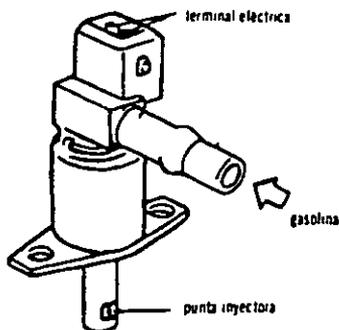

FIG. 5.12 VÁLVULA DE ENCENDIDO EN FRÍO.
**Válvula de encendido en frío (Fig. 5.12).**- Cuando un motor frío se enciende, se necesita una mezcla rica para calentarlo, y la válvula en cuestión administra directamente esa gasolina extra ayudando a los inyectores principales. De este modo puede el automóvil rodar incluso estando frío.